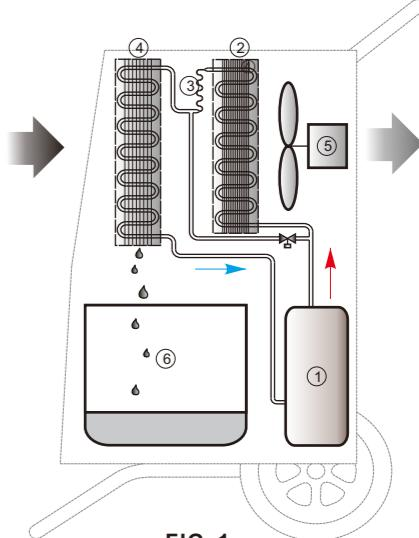

FIG. 1
(Vedere FIG. 1) I deumidificatori MDR sono progettati in base al sistema circolatorio di refrigerazione. All'interno di questo sistema ermetico, il compressore (①) pompa e condensa il refrigerante in gas ad alta temperatura e lo invia al condensatore (②).